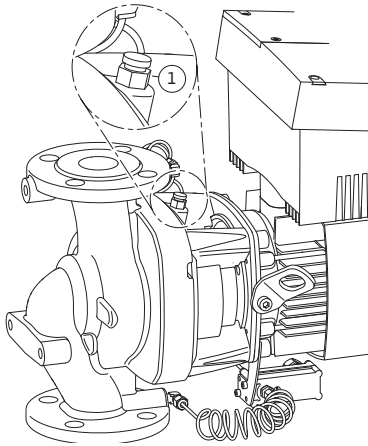

Fig. 51: Hava tahliye valfi
6. Hava tahliye valfini (Fig. 51, Poz. 1) açarak pompayı basınçsız hale getirin.